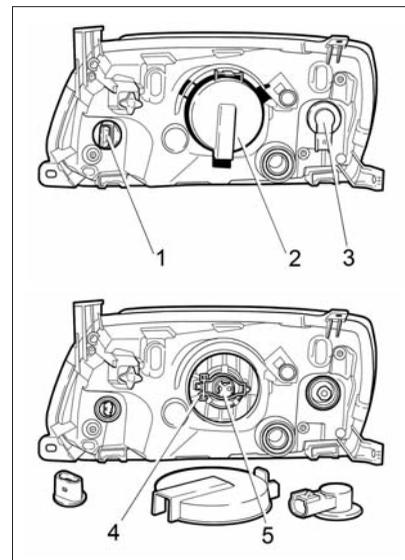

Рис. 59. Блок-фара
Для доступа к лампе ближнего/дальнего света выньте защитную крышку 2 (рис. 59), отсоедините колодку жгута проводов и снимите резиновый кожух лампы, отведите поочередно в стороны «усики» 4 пружины ламподдержателя, предварительно нажав на них,
Рис. 59а. Задний фонарь автомобиля с кузовом «седан»
Для снятия ламп в заднем фонаре автомобиля с кузовом «седан» (рис. 59а) проделайте следующие действия:
Рис. 59б. Задний фонарь автомобиля с кузовом «лифтбек»
Для снятия ламп в заднем фонаре автомобиля с кузовом «лифтбек» (рис. 59б) проделайте следующие действия:
- нажмите пальцем через отверстие в заглушке опоры полки на защелку **1** (рис. 59в);